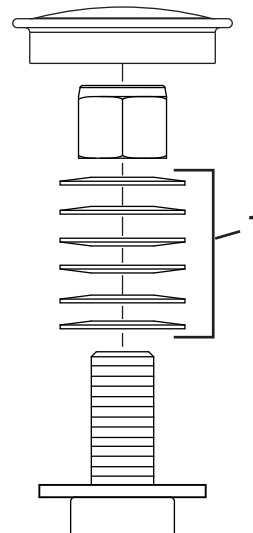

Figure 50
3. Retirez le capuchon protecteur de la roue pivotante et serrez le contre-écrou (Figure 50).
4. Continuez de serrer le contre-écrou jusqu'à ce que les rondelles élastiques soient aplaties, puis desserrez-le d'un quart de tour pour obtenir la précharge correcte des roulements (Figure 50).
**Important:** Veillez à placer les rondelles élastiques comme montré à la Figure 50.
5. Remettez le capuchon protecteur en place (Figure 50).